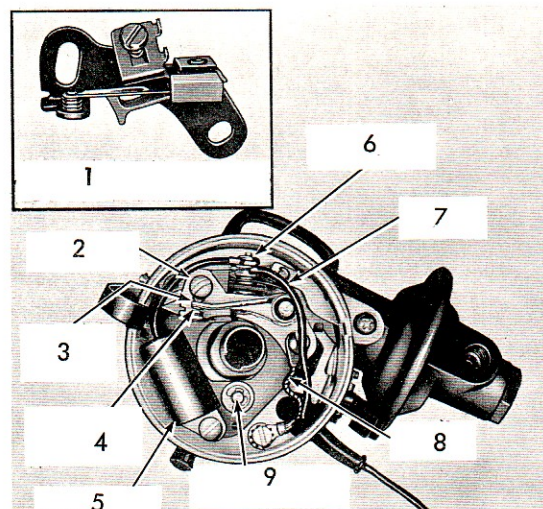

Fig. 70.
15. Placer le plateau porte-rupteur fixe dans l'allumeur. Vérifier que ses pattes sont dirigées vers le haut et que l'axe d'articulation est positionné suivant Fig. 70.
REMARQUE : Deux types différents de rupteurs sont montés sur les tracteurs Ford : L'un est du type pivotant et l'autre du type fléchissant (Voir Fig. 70). La fonction et le réglage sont identiques sur ces deux types, toutefois, la connexion électrique du rupteur pivotant est réalisée par une rondelle frein et un écrou alors que celle du rupteur fléchissant l'est par une vis.
19. Brancher le fil de masse (Voir Fig. 70).
Il n'est pas nécessaire de déposer l'allumeur pour réviser le rupteur (Fig. 70).
3. Desserrer l'écrou et la rondelle frein (ou la vis) fixant le fil primaire (basse tension) et le fil du condensateur connectés à la borne du linguet et dégager ces fils (Fig. 70).